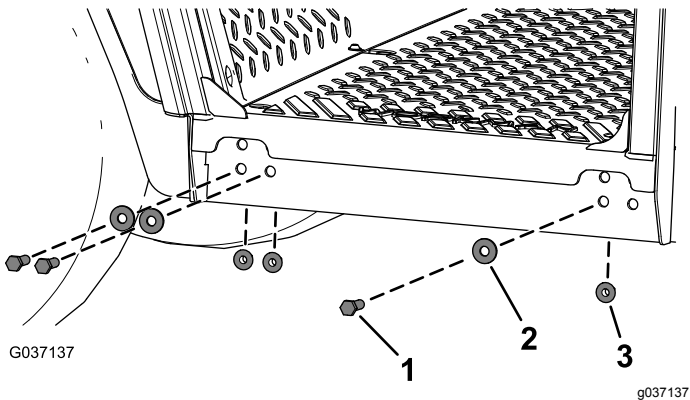

Bild 12
6. Befestigen Sie den Kabinenrahmen mit 6 Sechskantschrauben ($\frac{3}{8}$ " x $1\frac{1}{4}$ "), 6 Unterlegscheiben ($\frac{3}{8}$ ") und 6 Bundmuttern ($\frac{3}{8}$ ") mit der Maschine, wie in Bild 12 dargestellt.